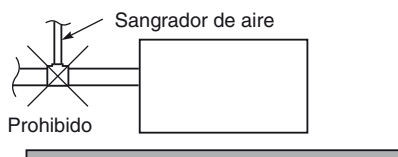

Fig.3-10
- No instale un sangrador de aire porque podría causar la salpicadura de agua por la salida del tubo de drenaje. (Fig. 3-10)